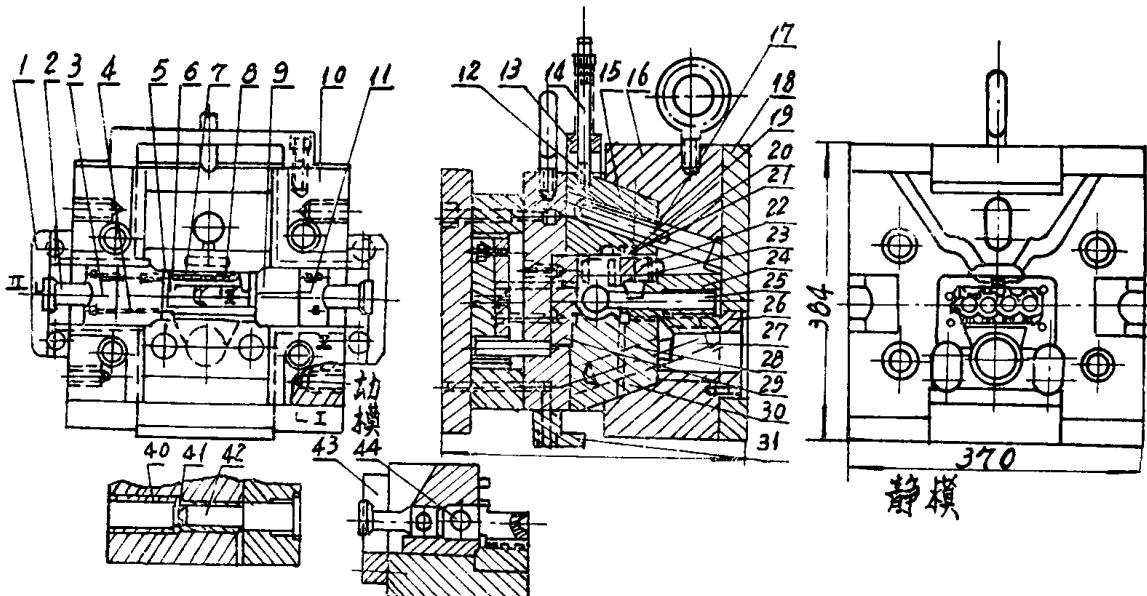

图 3 “下体”压铸模具图
2) “下体”的凸轮轴孔( $\phi 45$ )较长(见图1),左、右滑块上的型芯长各约70毫米,直径45毫米,包紧力各约4吨,故左、右滑块采用了液压抽芯(见图3)。